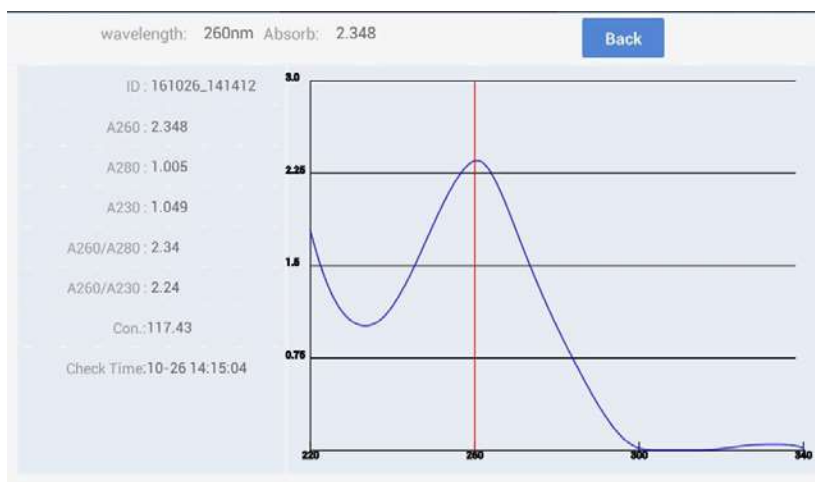

Fig 4.8 Datos de detección de la longitud de onda completa de los ácidos nucleicos.
- ② **Spectrum Data** : Accede a la pantalla de la Fig 4.8 y mover la línea de coordenadas roja para poder cambiar la longitud de onda y ver su absorbancia.